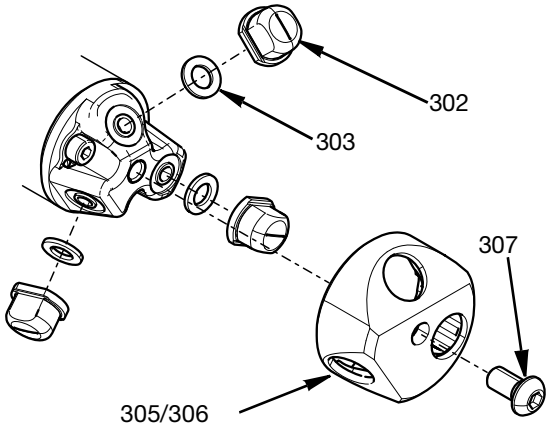

FIG. 9
- a. M6 mercimek başlı vidayı (307) sökerek nozül kapağını (305/306) takılı nozüllerle (302) birlikte çıkarın.
- b. Daha sonra nozül salmastrası (303) çıkarılabilir. Bkz. FIG. 9.